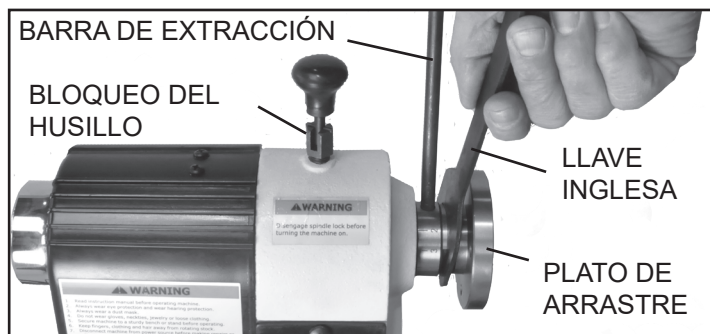

FIG. 10
2. Asegure el plato de arrastre en el husillo con la llave inglesa suministrada. Coloque la barra de extracción en uno de los orificios del collar del husillo para mantener el husillo fijo mientras ajusta el plato de arrastre. FIG. 10.